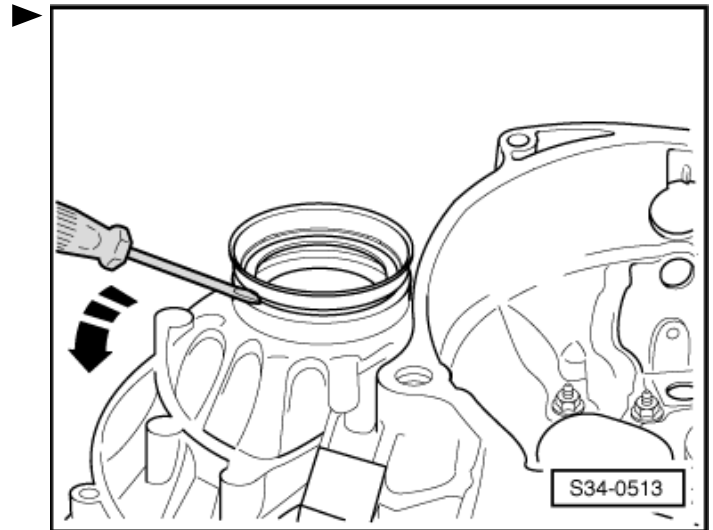

Abb. 6: Hülse einziehen
- ☐ einbauen ⇒ Abb. 6 in **34-5** Seite 5